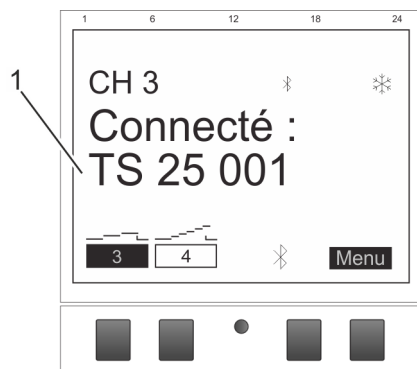

Fig. 10 : L'extension de canal est connectée à l'horloge modulaire
6. En cas de connexion active, l'extension de canal affiche le nom de l'appareil connecté (Fig. 10 /1).